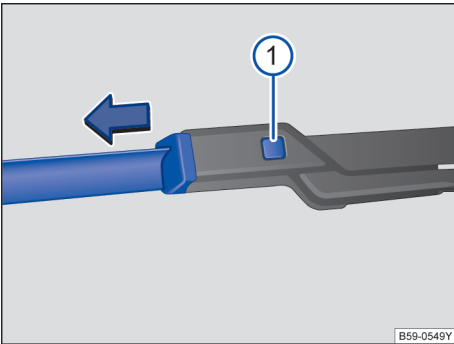

图 130 更换风窗刮水器刮水片
- 按住分离按钮→ 图 130 ① 同时沿图示箭头方向拉出刮水片。